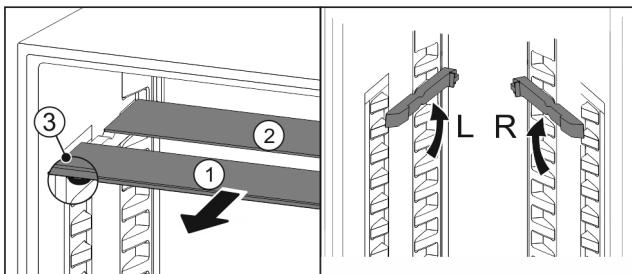

Fig. 105
- ▶ Steklene plošče posamično izvlecite Fig. 105 (1) naprej.
- ▷ Steklena plošča Fig. 105 (1) z okrasno letvijo je spredaj.
- ▷ Zaustavljalniki Fig. 105 (3) so obrnjeni navzdol.